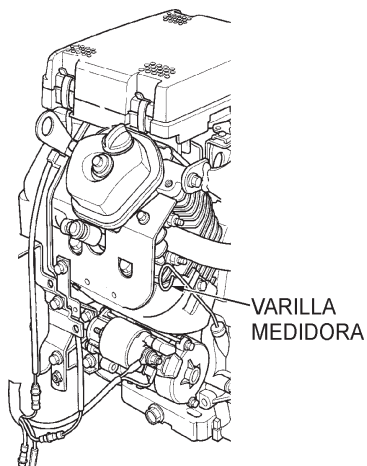

Figura 7. Varilla medidora del aceite del motor (Desmontable)
2. Retire la varilla medidora de su base (Figura 7) y límpiela.